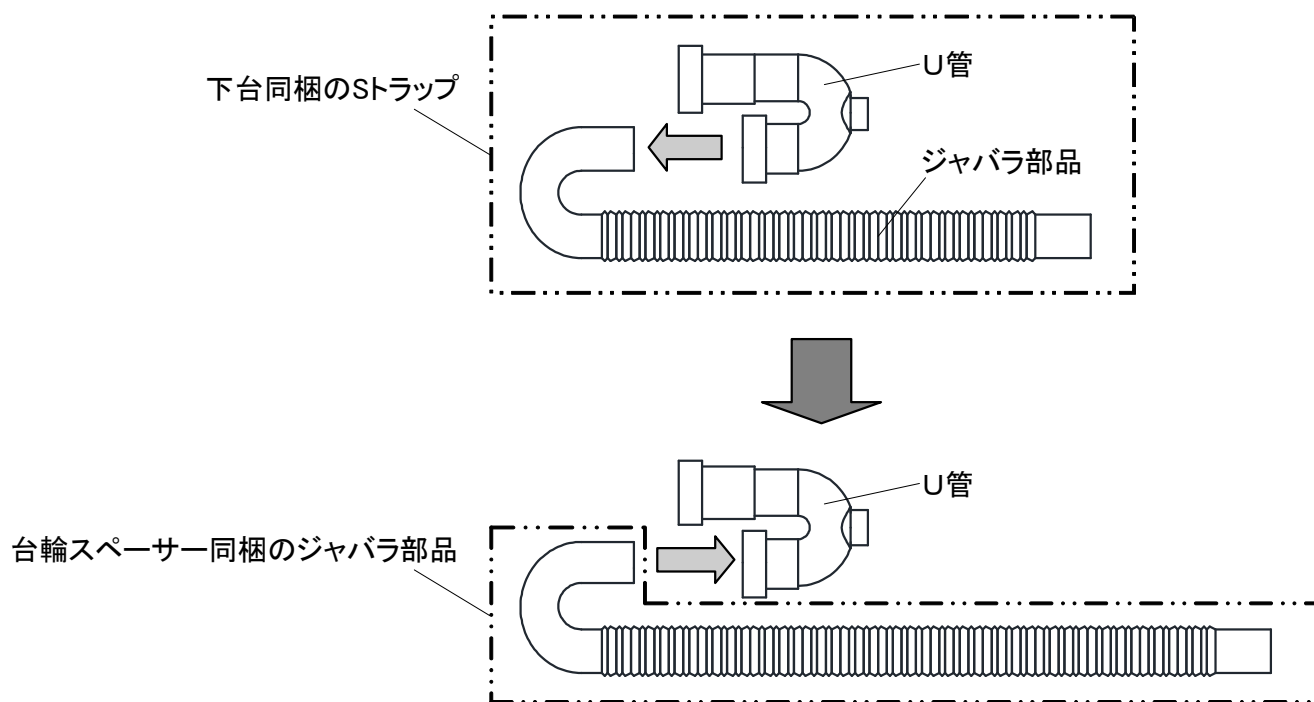

図6
- ①下台に同梱しているストラップのジャバラ部品をU管からはずしてください。(図6)
- ②台輪スペーサー(本品)に同梱しているジャバラ部品をU管に取り付けてください。(図6)
- ③下台の設置説明書にしたがって配管接続作業を行なってください。